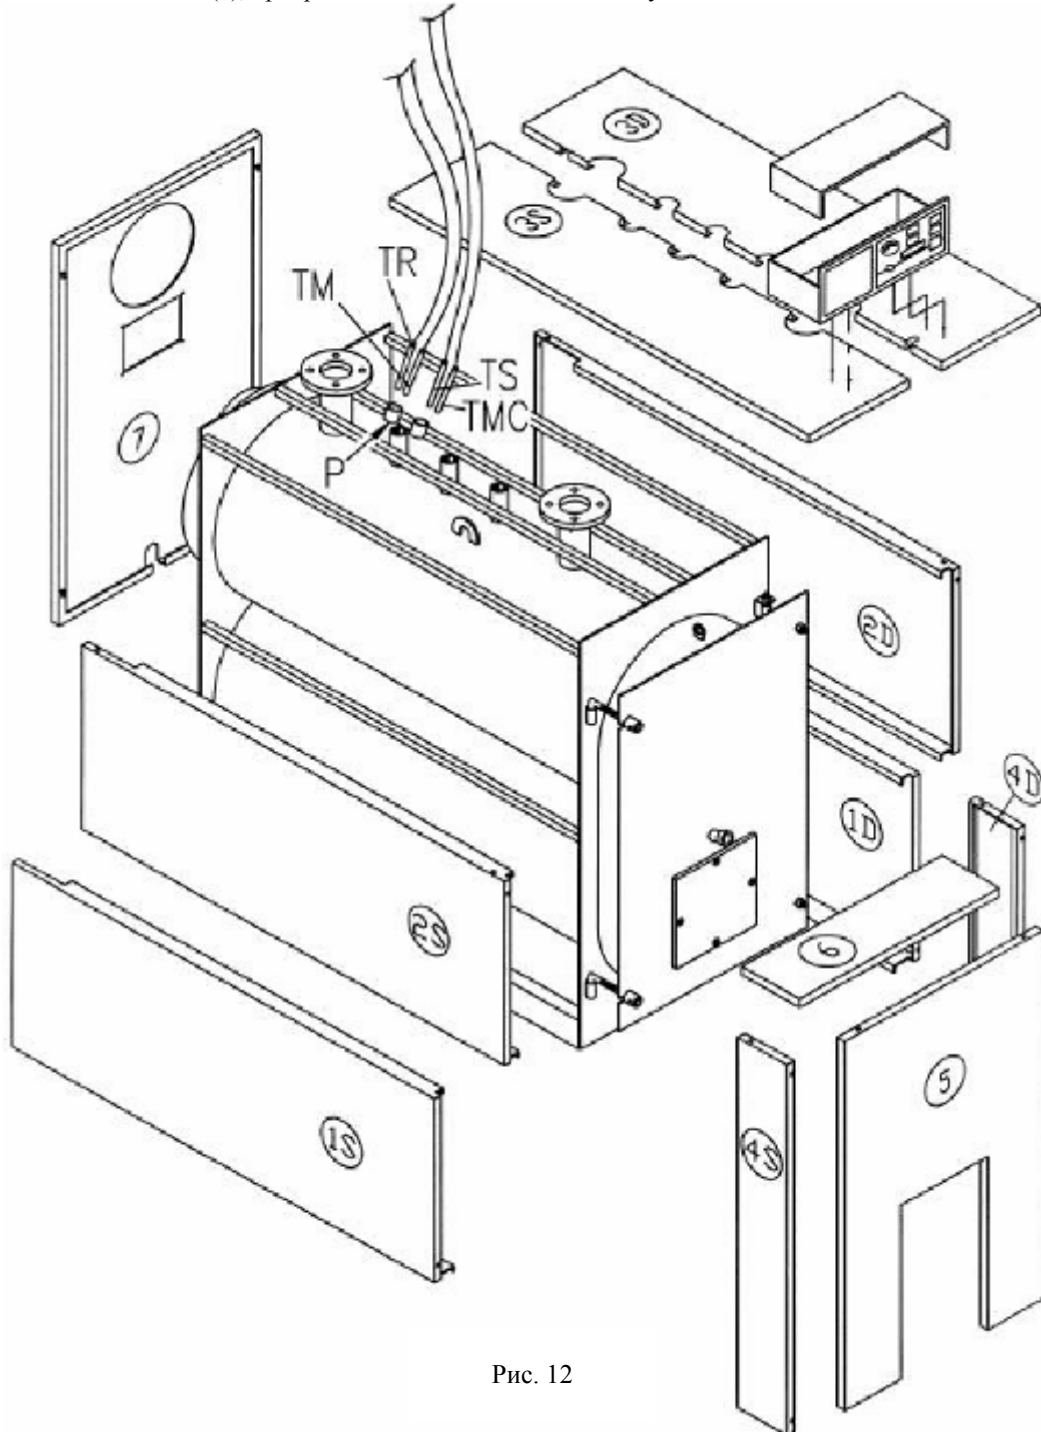

Рис. 12
4.6. ОБШИВКА КОТЛОВ MEGA PREX SL (рис. 12)
- д) Установите панели (4S) и (4D), прикрепив их к боковым панелям с помощью соответствующих скоб; затем установите переднюю панель (5), прикрепив ее к панелям (4S) и (4D). Закройте корпус люка, прикрепив верхнюю панель (6).
- е) Установите заднюю панель (7), прикрепив ее с помощью соответствующих скоб к боковым панелям.